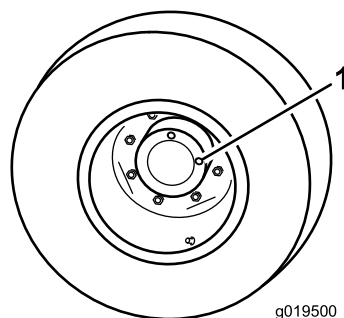

Figura 54
1. Com a máquina numa superfície plana, posicione a roda de forma a que 1 tampão de verificação fique na posição das 12 horas e o outro na das 3 horas (**Figura 54**).
2. Retire o tampão da posição das 3 horas (**Figura 54**).